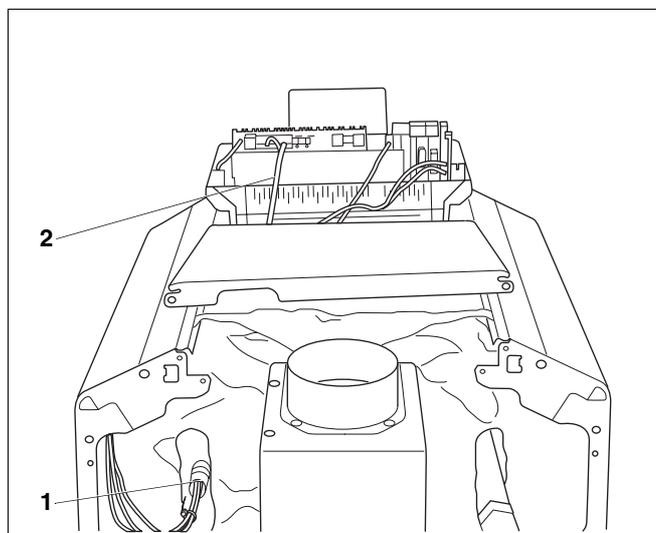

Abb. 14 Kabeleinführung und Messstelle
- Kapillarrohre der Temperaturfühler und die Kesselwassertemperaturfühlerleitung unter der vorderen Kesselhaube nach vorne zur Messstelle (Abb. 14, **Pos. 1**) führen. Dabei nur auf Bedarfslänge abrollen.
- Brennerleitung (Abb. 14, **Pos. 2**) unter der vorderen Kesselhaube nach hinten zur Anschlussseite des Regelgerätes führen.